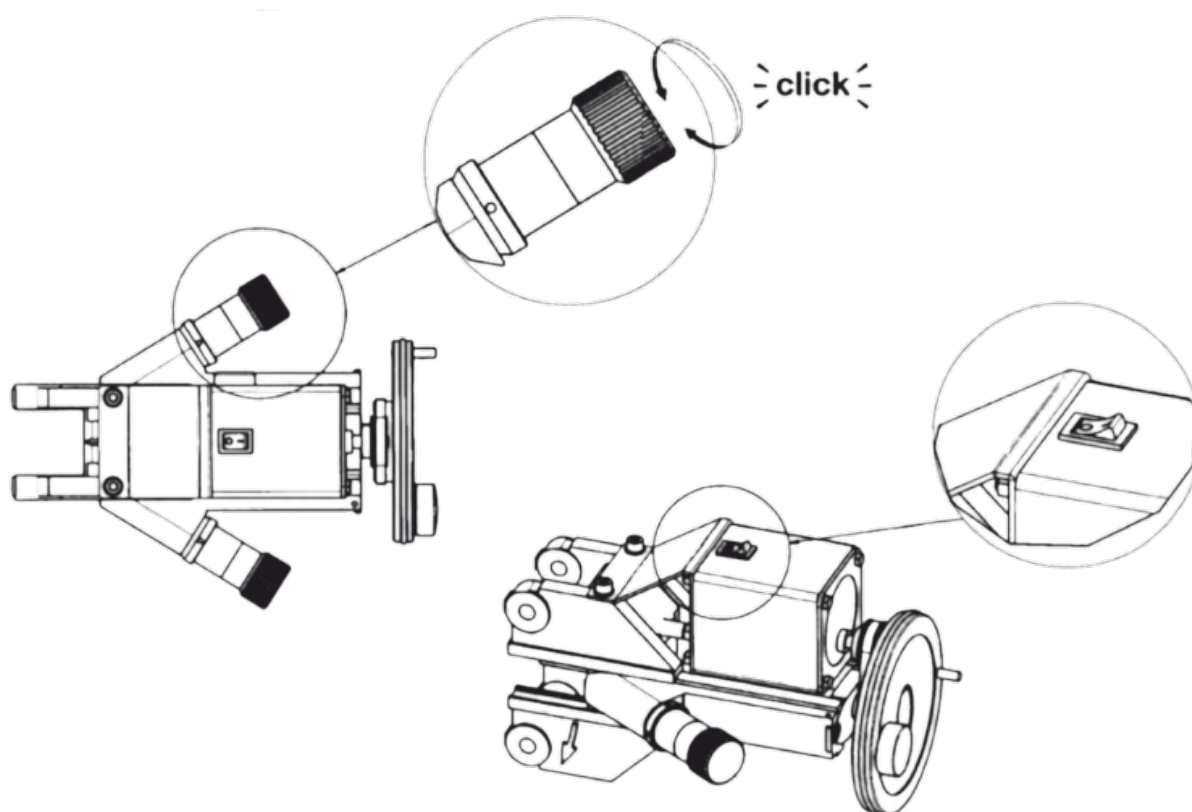

Рисунок 27
**7.8.12** Один щелчок равен 0,05 мм. (рис. 27)